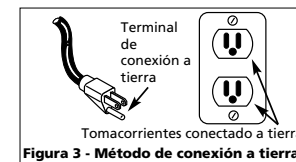

Figura 3 - Método de conexión a tierra
1. Este producto está diseñado para circuitos nominales de 120 voltios y tiene un enchufe para conexión a tierra similar al de la Figura 3. Conecte el producto únicamente a un tomacorriente que tenga la misma configuración que el enchufe. No utilice un adaptador con este producto. En caso de que ocurra un cortocircuito, esto evitaría el riesgo de choque eléctrico al ofrecerle un cable de desvío a la corriente eléctrica. Este producto tiene un cordón con un alambre y terminal de conexión a tierra. Debe conectarlo a un tomacorrientes que esté instalado adecuadamente según los códigos y ordenanzas locales.